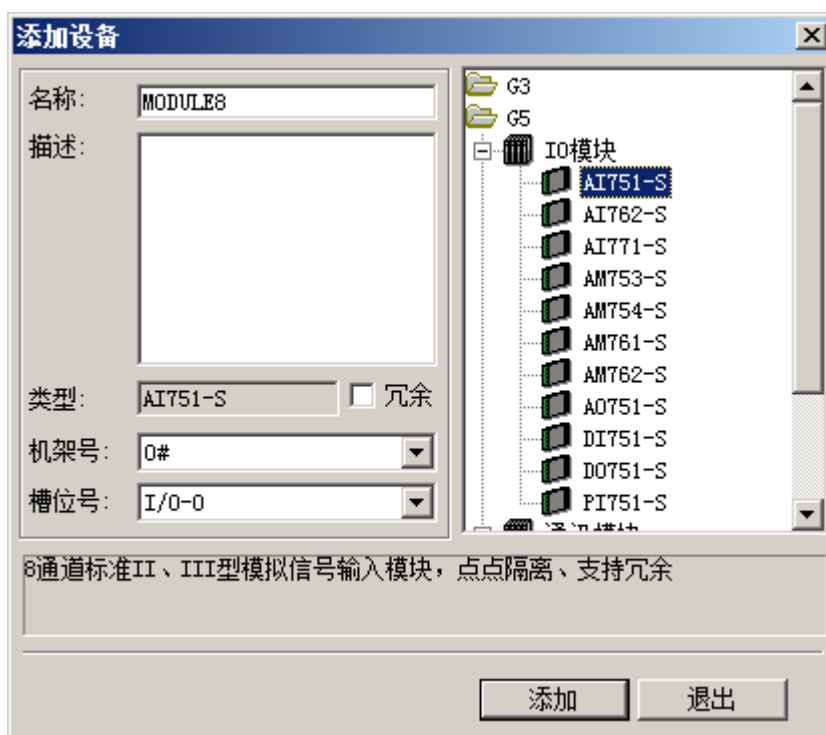

图 4-3 添加设备界面
1. 在硬件组态软件中，选中控制器节点或通信模块节点，单击工具栏上的“添加设备”按钮或选择菜单命令【设备/添加设备】，弹出图 4-3所示的对话框。